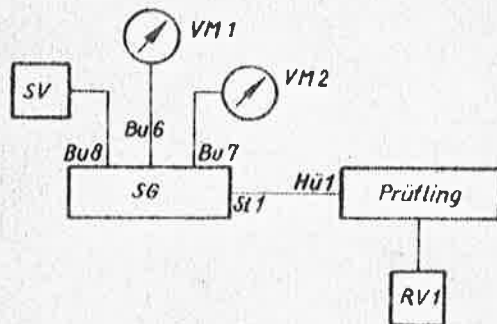

Bild 7
2. Prüfling mit der Anschlußvorrichtung SG gemäß Bild 7 verbinden. RV 1 an Meßpunkt 18 legen.